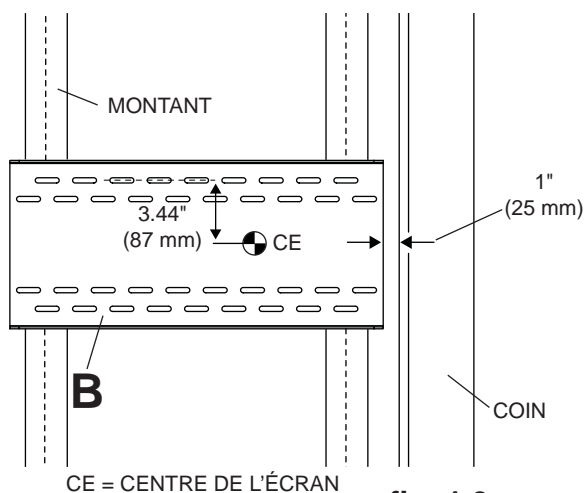

fig. 1.3
1 REMARQUE : Si les supports de haut-parleurs sont installés sur les côtés du support d'encoignure, la taille de l'écran ne peut excéder 40 po. Voir page 30 pour l'installation du support de haut-parleurs. Mesurez 1 po (25 mm) à partir du coin du mur et marquez l'emplacement du bord intérieur de la plaque murale. Les fentes de montage supérieures de la plaque murale doivent être situées à 3,44 po (87 mm) au-dessus de l'endroit souhaité pour le centre de l'écran comme illustré à la fig. 1.3 en page 25. Mettez la plaque murale à niveau (B), alignez-la sur l'endroit que vous avez marqué pour le bord intérieur de la plaque murale et marquez quatre fentes alignées sur le centre des montants. Répétez l'opération pour la plaque murale du mur opposé. Percez des trous de 5/16 po (8 mm) de dia. à une profondeur minimale de 2,5 po (64 mm). Insérez les chevilles d'ancrage (F) dans les trous au ras du mur comme illustré (à droite). Posez la plaque murale sur les chevilles d'ancrage, en veillant à ce que les plaques murales soient de niveau, et fixez-les à l'aide de vis à bois #14 x 2,5 po (E).